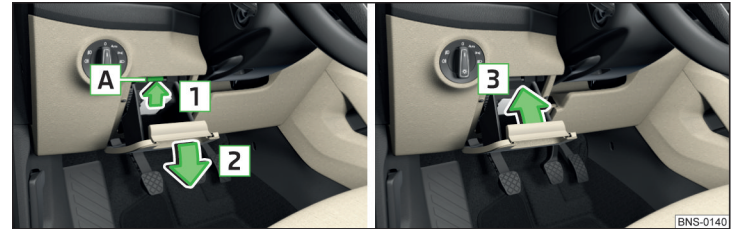

Abb. 365 Ablagefach auf der Fahrerseite
- Die Sicherung [A] in Pfeilrichtung [1] » Abb. 365 drücken und das Fach in Pfeilrichtung [2] aufklappen.